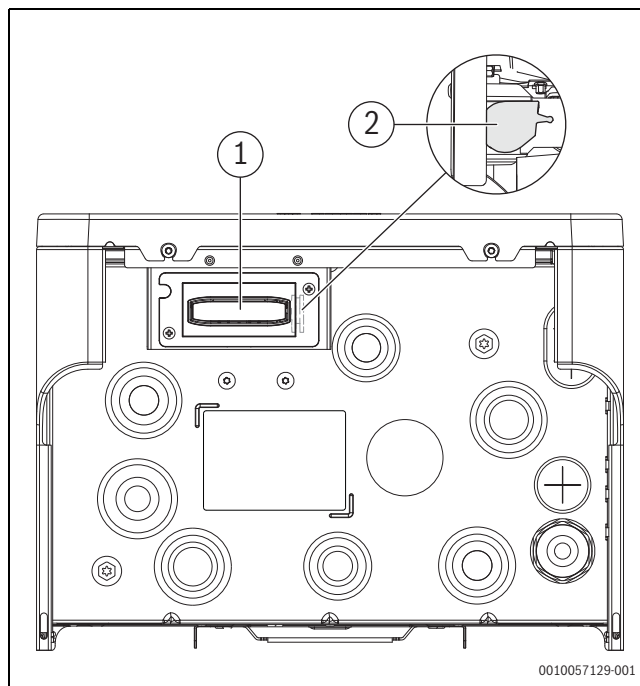

Fig. 14 Placement Connect-Key
1. Ouvrir le levier (→ [2], figure 14).
2. Placer le module dans le support (→ [1], figure 14).